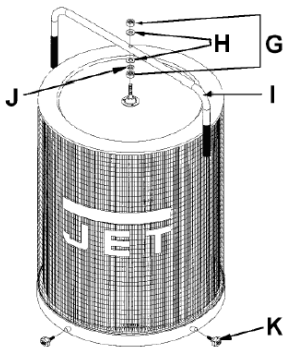

Рис. 9
Закрепите ручку (I, Рис. 9) 2 гайками (G), шайбами (H) и одной пружинной шайбой (J).
Для очистки фильтра проверните ручку (I, Рис. 9) несколько оборотов, застрявшая пыль осыплется в мешок для стружки.